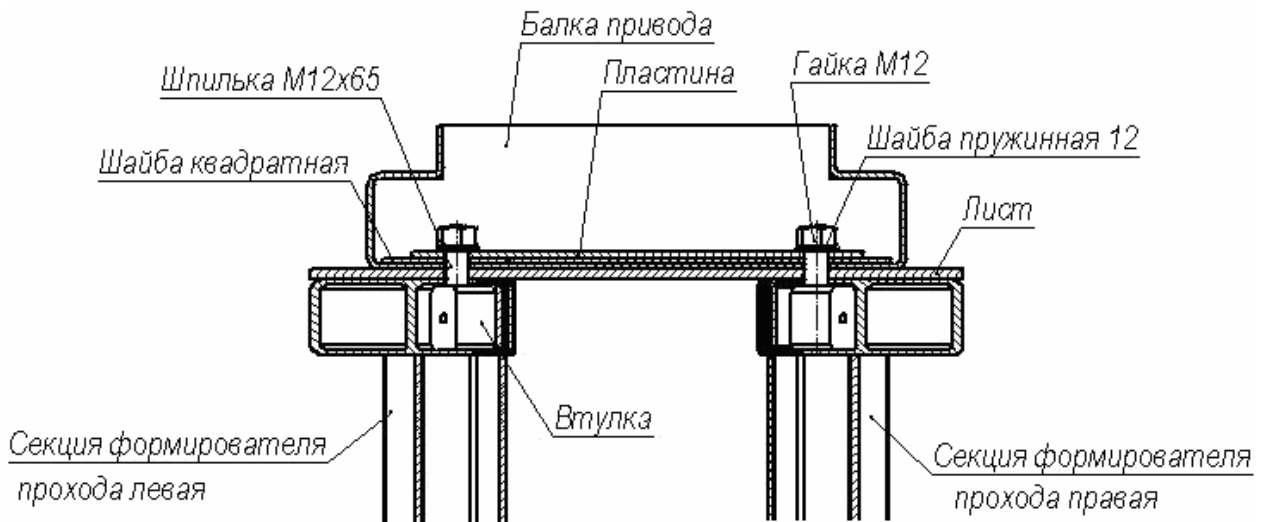

Рисунок 14. Крепление балки привода к секциям формователя прохода
- Наденьте на две шпильки, расположенные со стороны формирателя прохода, две квадратные шайбы, на шайбы – пластину (квадратные шайбы и пластина при поставке находятся внутри балки привода), а затем две пружинные шайбы 12 и две гайки М12 (см. рис. 14).